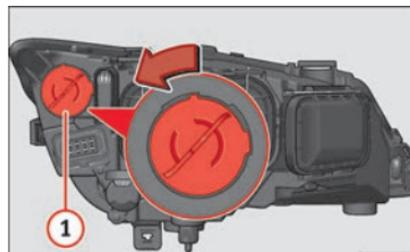

Fig. 207 Lámpara de luz de día.
- Gire el portalámparas **» fig. 207 1** a la izquierda y tire.